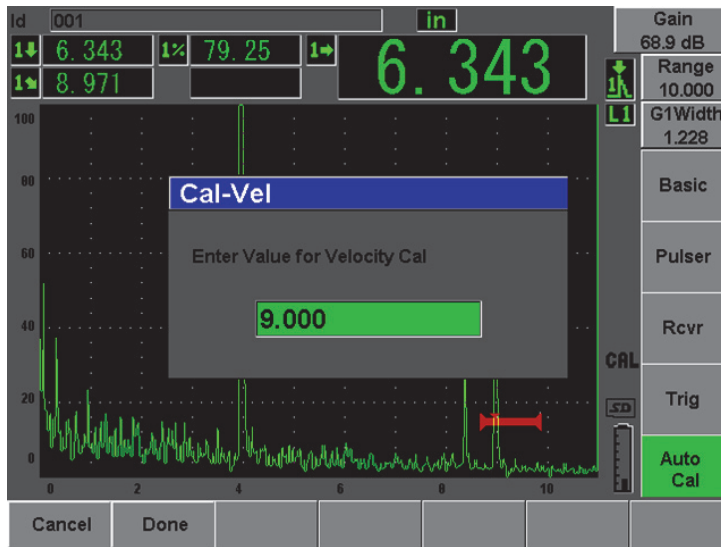

Figura 10-22 Esempio di un segnale nella porta per la calibratura della velocità
8. Premere il tasto [**GATES**] (porte) per posizionare la porta1 in modo che il riflettore della seconda eco dell'arco del blocco sia nell'area della porta. Questo riflettore dovrebbe essere posizionato a 225 mm (9 in) [vedi Figura 10-22 alla pagina 189].